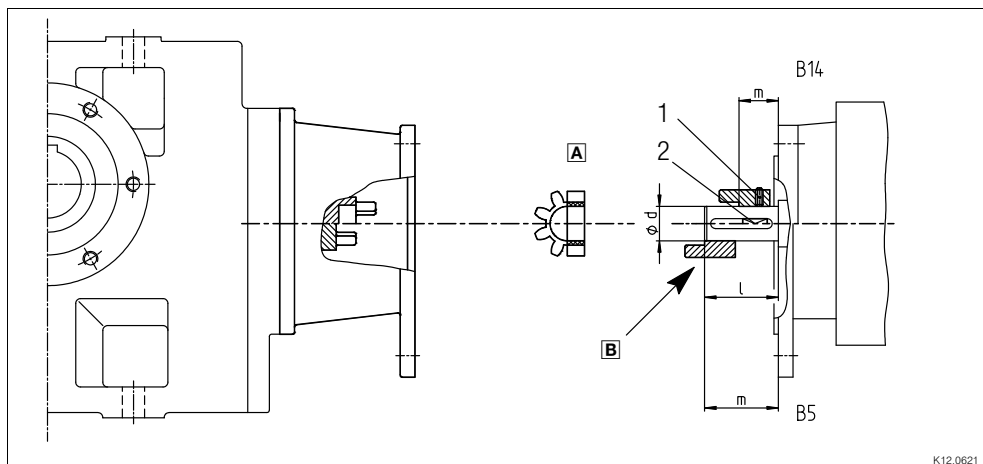

Fig. 3 Version N côté entrée
1. Monter la clavette du moteur (2).
2. Faire glisser le moyeu d'accouplement sur l'arbre moteur ; tenir compte de la cote m (voir Fig. 3 et Tab. 3).
3. Procéder au calage axial du moyeu d'accouplement à l'aide de la vis de blocage ou de serrage (1).
2. Faire glisser le moyeu d'accouplement sur l'arbre moteur ; tenir compte de la cote de montage "m" (voir Fig. 3 et Tab. 3).